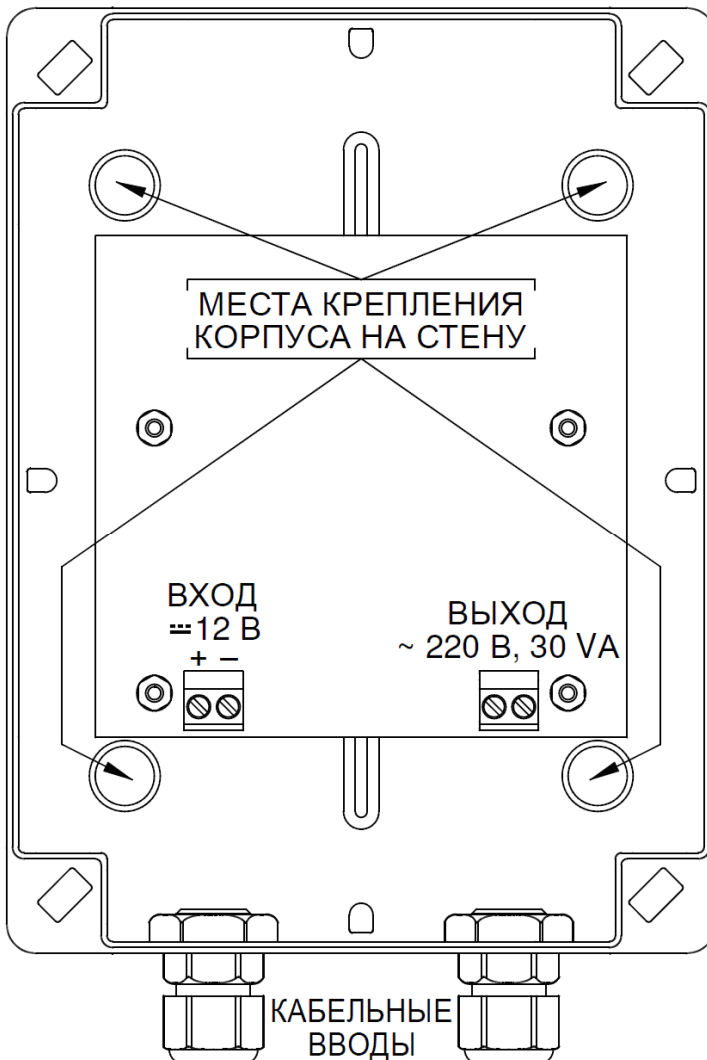

Рисунок 1 - вид изделия с открытой крышкой
Конструктивно изделие выполнено в виде печатной платы, помещенной в герметичный пластиковый корпус (см. рис. 1).
Выполнить разметку крепежных гнезд на несущей поверхности в соответствии с расположением крепежных отверстий на задней стенке корпуса изделия (см. рис. 1). После выполнения крепежных гнезд, закрепить изделие в вертикальном положении таким образом, чтобы кабельные вводы находились внизу. Подвод кабельных линий осуществляется через герметичные кабельные вводы, расположенные на нижней стенке корпуса.
Выполнить подключение внешних цепей к изделию в соответствии с назначением клемм подключения (Рисунок 1) в следующей последовательности:
- Проверить правильность произведенного монтажа в соответствии с рис. 1;